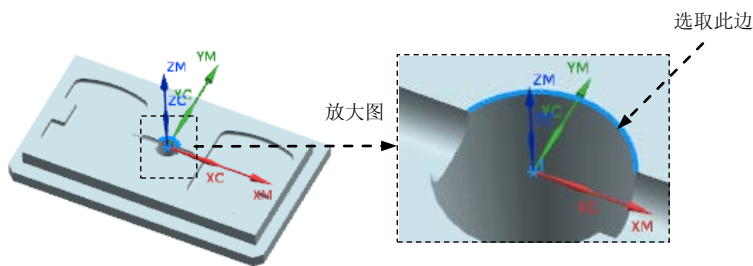

图 18.7 选择孔
Step1. 指定钻孔点。单击“钻”对话框 **指定孔** 右侧的  按钮，系统弹出“点到点几何体”对话框，单击 **选择** 按钮，系统弹出“点位选择”对话框；在图形区选取图 18.7 所示的孔边线，分别单击“点位选择”对话框和“点到点几何体”对话框中的 **确定** 按钮，返回“钻”对话框。